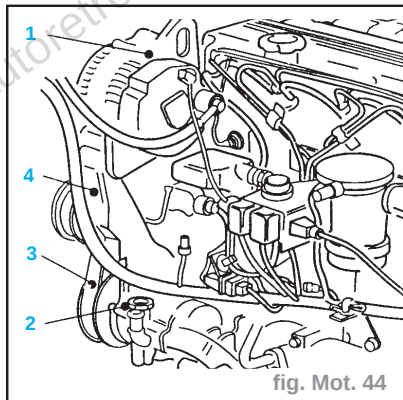

fig. Mot. 44
- la courroie trapézoïdale nervurée (2) (fig. Mot. 44),
- le flexible haute pression sur raccord (2) de la pompe de direction assistée (fig. Mot. 44),
- la fixation alternateur/ensemble galet de renvoi (3) (deux vis et rondelles),
- l'alternateur (1),
- la courroie trapézoïdale nervurée (2).